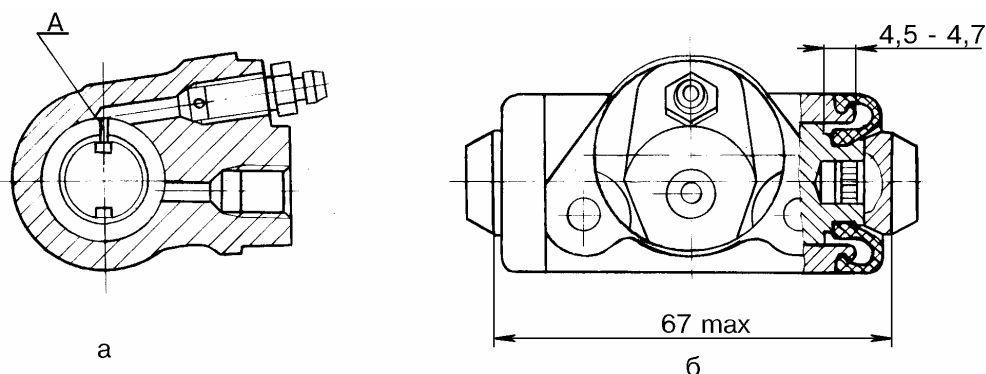

Рис. 30.
14.2.2.2 Установить на корпус цилиндра конусное кольцо 67.7823-9532/02 (прорезь А, рис. 30 а, на упорном кольце должна быть расположена как показано на рисунке, отклонение прорези от отверстия в корпусе допускается не более 30°).